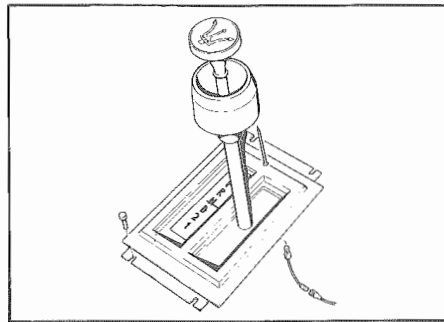

Fig. 11 - Pannello cambio anteriore
- Smontare il pannello orizzontale sotto la leva del cambio (**Fig. 11**).
- Disassemble horizontal panel under transmission control lever (**Fig. 11**).